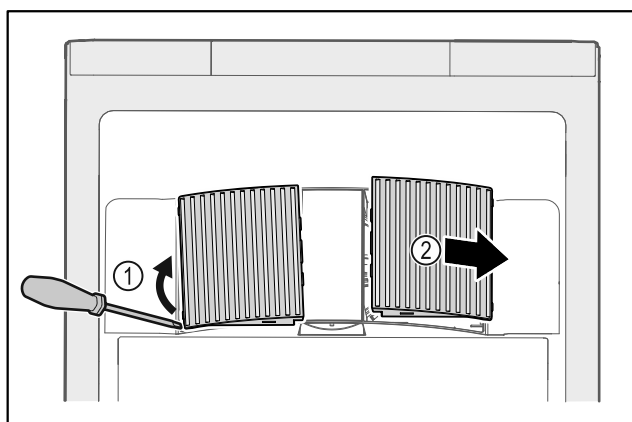

Fig. 154
- ▶ Ventilatorafdekkingen voorzichtig aan de zijkant eruit halen Fig. 154 (1) en naar de voorkant toe verwijderen Fig. 154 (2).